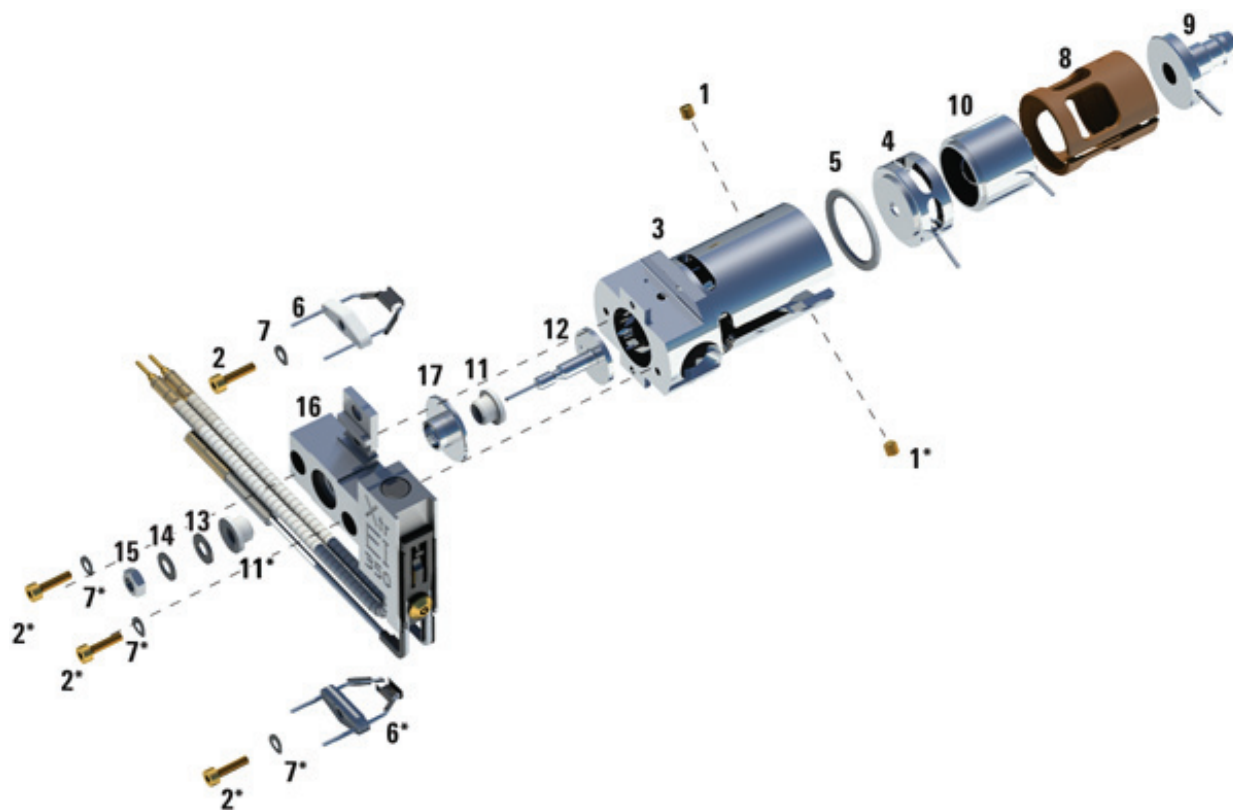

Рис. 23 Разборка ионного источника ЭУ
- 3 Отсоедините блок нагревателя источника от корпуса источника, для этого открутите два винта. Блок нагревателя источника состоит из нагревателя источника, отражателя и соответствующих компонентов к ним. (См. Рис. 23.)
- 4 Разберите блок отражателя, для этого открутите его гайку, шайбы, керамические изоляторы и сам отражатель. (См. Рис. 23.)
- 7 Вытащите линзы из корпуса источника и отделите изолятор линзы, линзу ионного фокуса, линзу экстрактора, изолятор линзы экстрактора и входную линзу. (См. Рис. 23.)
Таблица 17 Список компонентов ионного источника ЭУ (Рис. 23)
Таблица 17 Список компонентов ионного источника ЭУ (Рис. 23) (продолжение)